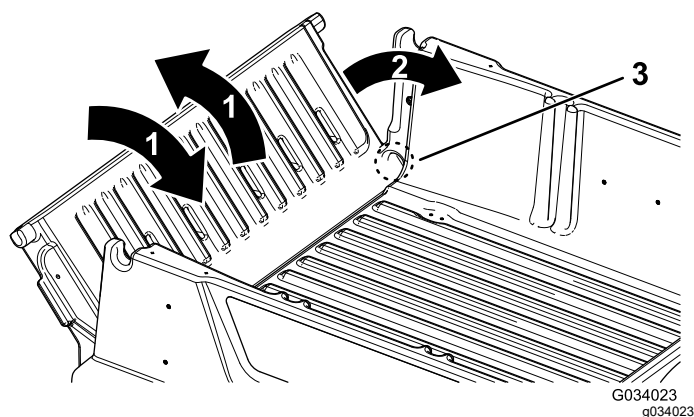

Figure 17
2. Inclinez le hayon à environ 45° (Figure 17).
3. Agitez légèrement le hayon pour le faire pivoter d'avant en arrière plusieurs fois (Figure 17).